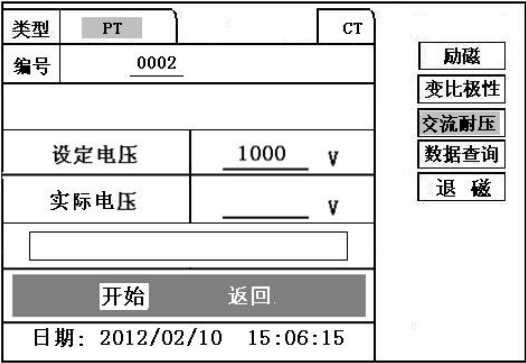

图 23：PT 交流耐压测试界面
9.4.1 参数设置：在 PT 主界面中，选择“交流耐压”后，进入测试界面（图 23），设置好设定电压值：0-1000V。